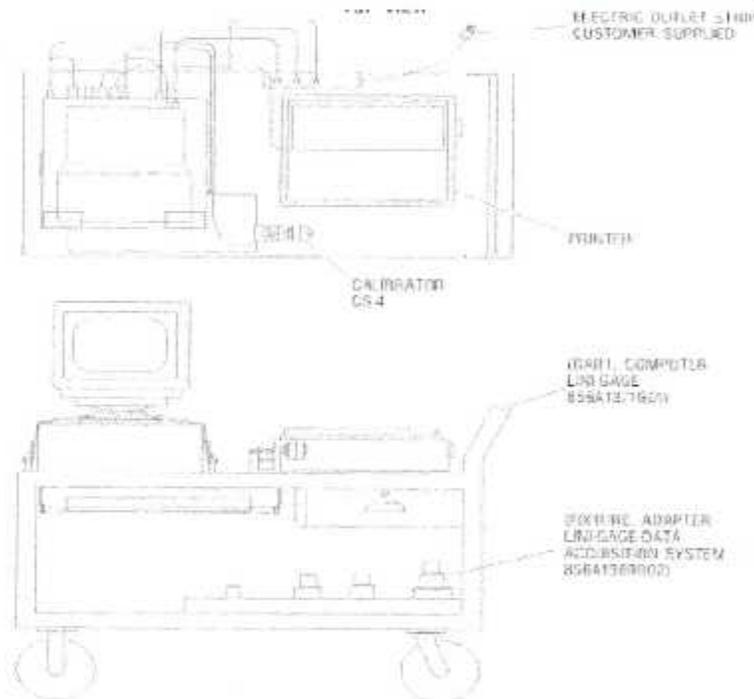

Fig. IV. 12: Préparation des paramètres de la concentricité
• **Préparation des paramètres de la concentricité.(fig. IV. 12)**